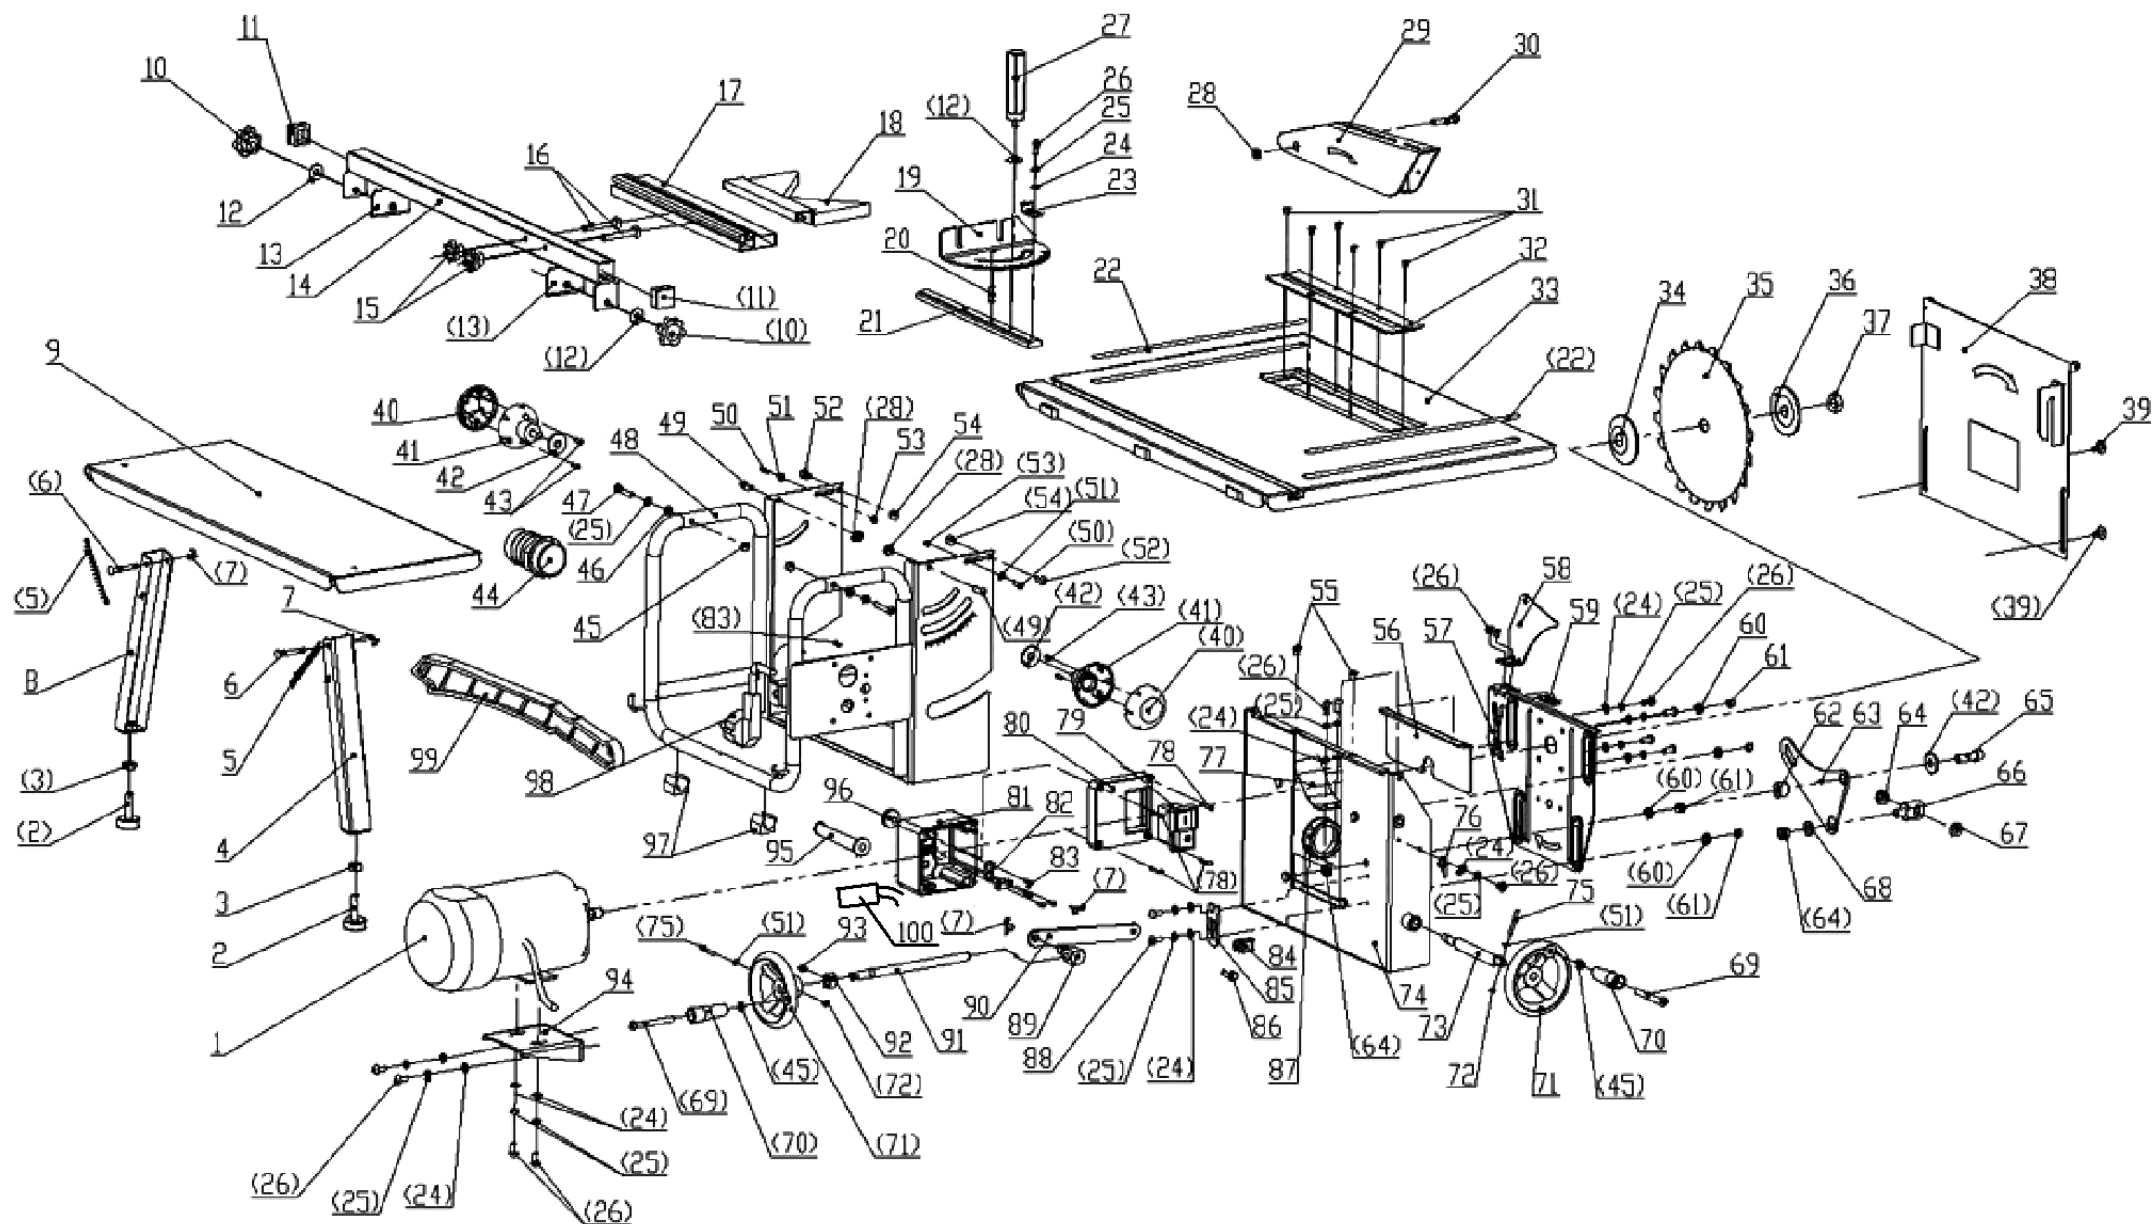

Рис. 1
9.4. Используйте специальные ключи (К), входящие в комплектацию пилы, Рис.1б. Как показано на Рис.5б, удерживая ключом (30) наружный фланец (33), ключом (32) и открутите гайку (31).
**Детали сборки «Корвет 10» (Рис. 1)**